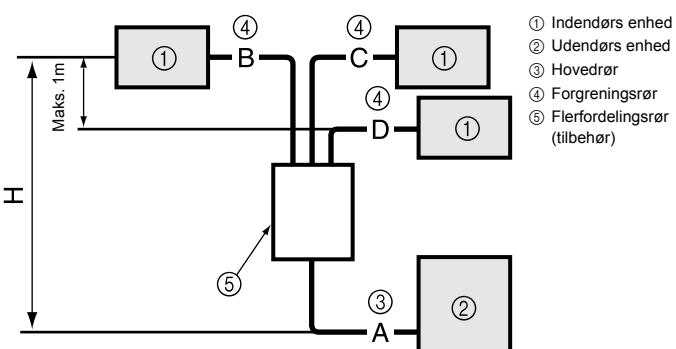

Fig. 4-8
4.6. Tilsætning af kølemiddel (Fig. 4-8)